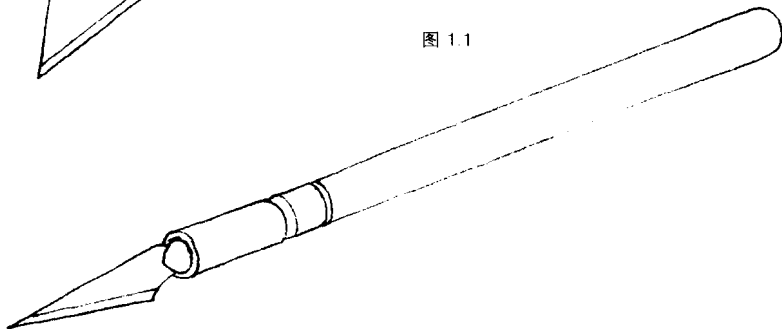

图 1.2
- 美工刀（左页图1.2） 用来裁纸或者轻型材料的轻型刀。很适合用来裁切曲线型和小的细部。注意：在扔掉这些刀片时要小心，不要伤到其他的人。使用完要将刀插在一小块轻质泡沫粘土制品上，或者是用一块硬纸条包住刀刃。